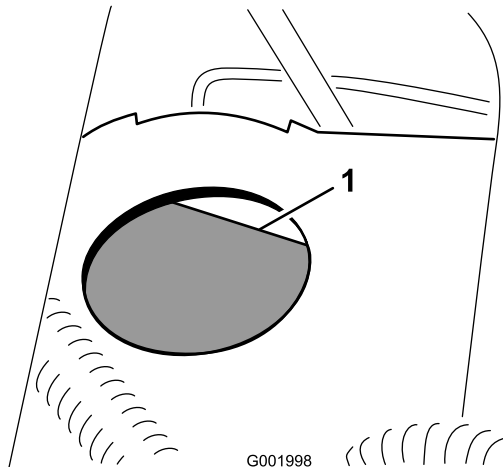

図 62
2. タンクの FULL マークまでオイルが入っているのを確認する(図 62)。